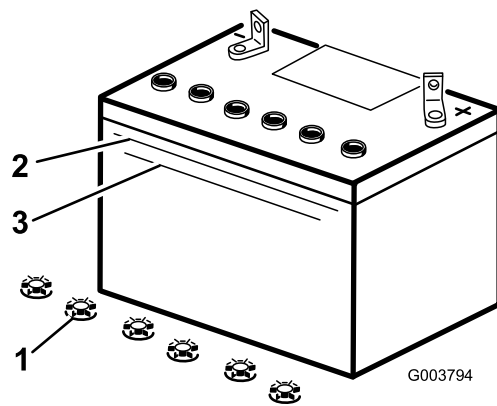

図 35
3. バッテリーを側面から見て液の量を確認する。上の線まであればよい（図 35）。バッテリー液の量が下の線より下がらないように管理する（図 35）。
6. バッテリーの補給キャップを外す（図 35）。
7. 液量が上の線に達するまで（図 35）、各セルに蒸留水をゆっくりと補給する。
8. 各セルに補給した後、5～10分待つて液量がバッテリーケースの上の線（図 35）に届かなければ蒸留水を足す。